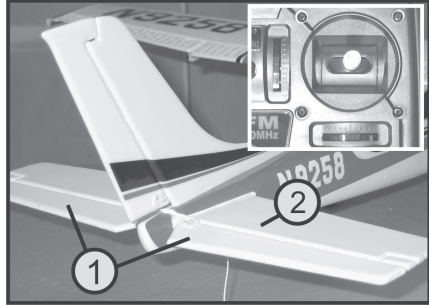

Bild 16a
- Der Trimmschieber für das Höhenruder (siehe auch Bild 2, Pos. 3) muss in der Mittelstellung stehen. Bei korrekter Einstellung des Anlenkgestänges bilden das Höhenruder (1) und die Dämpfungsfäche (2) eine Ebene, siehe Bild 16a.